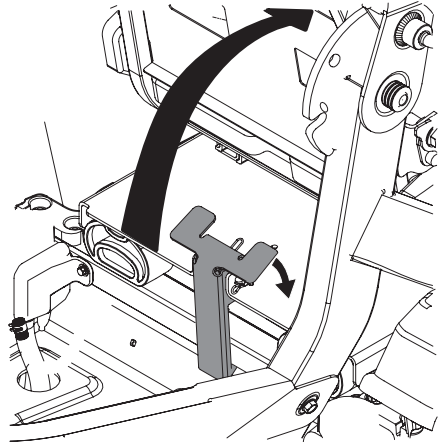

Figure 21
- Faites pivoter tout le plateau du siège vers le haut (Figure 21).